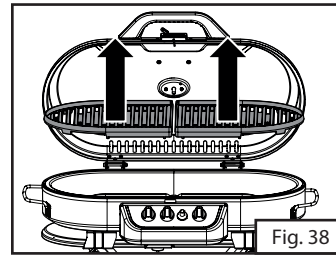
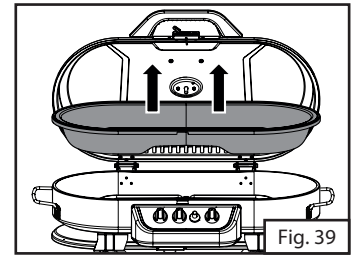

Fig. 38
Fig. 39
2. Quite las rejillas de cocinado y las superficies de cocción y póngalas a un lado. (Fig. 38 et Fig. 39)